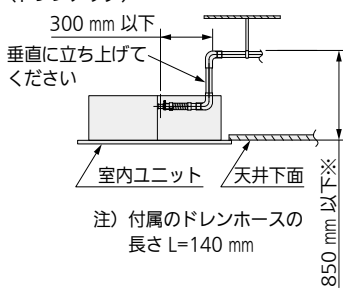

図 14
- ドレン配管高さは天井下面より850 mmを限度として上げることができます。特性上ドレンアップ高が高いほど排水音が低くなります。このためドレンアップ配管高さは300 mm以上を推奨します。(※絶対に850 mmより高くしないでください) (図 14)